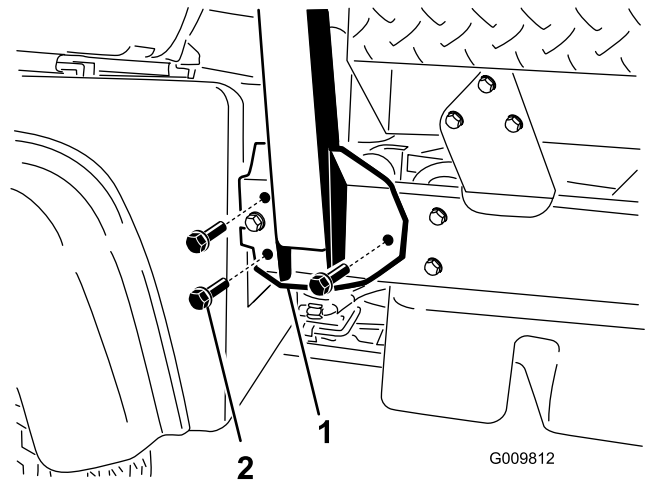

Bild 4
2. Fluchten Sie jede Seite des Überrollschutzes mit den Befestigungslöchern an jeder Seite des Maschinenrahmens aus, wie in Bild 4 abgebildet.